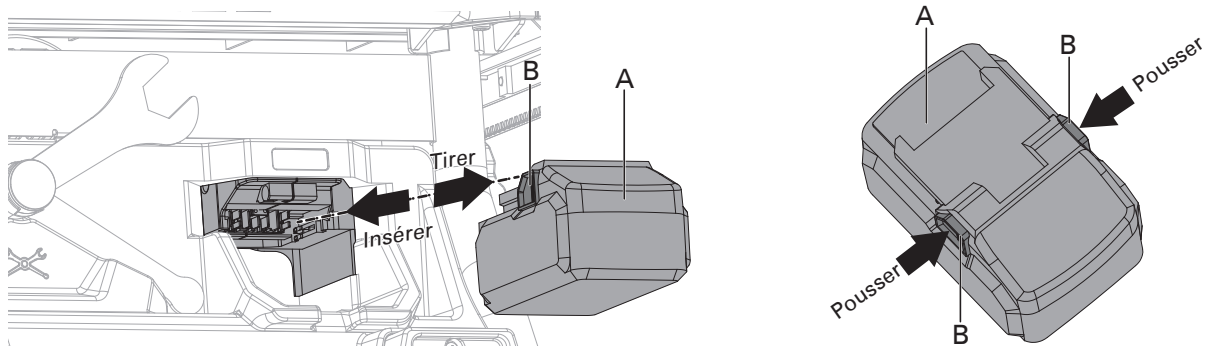

Fig. 16a
MÉTHODE DE RETRAIT ET D'INSERTION DE LA BATTERIE OU DE L'ADAPTATEUR SECTEUR (Fig. 16a-16d)
Aligner la batterie (A) ou l'adaptateur secteur sur la rainure dans de l'outil et le ou la faire glisser en place. Toujours insérer la batterie à fond, jusqu'à ce qu'elle se bloque avec un petit déclic. Sinon, elle risque de tomber accidentellement de l'outil et de blesser l'opérateur ou d'autres personnes alentour (Fig. 16a).
Retirer la batterie (A) ou l'adaptateur secteur de de l'outil tout en appuyant sur le loquet (B) (2 pièces) de la batterie (A) ou l'adaptateur secteur (Fig. 16a).